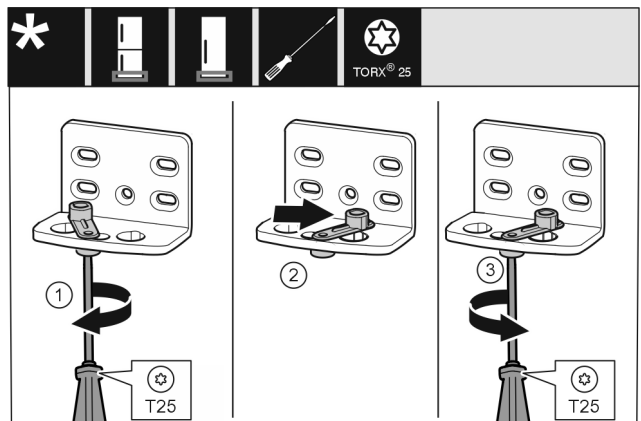

Fig. 14
- ▶ Schroef Fig. 14 (1) met een schroevendraaier losdraaien.
- ▶ Deursluiting Fig. 14 (2) optillen en 90° naar rechts in de boring draaien.
- ▶ Schroef Fig. 14 (3) met een schroevendraaier vastschroeven.